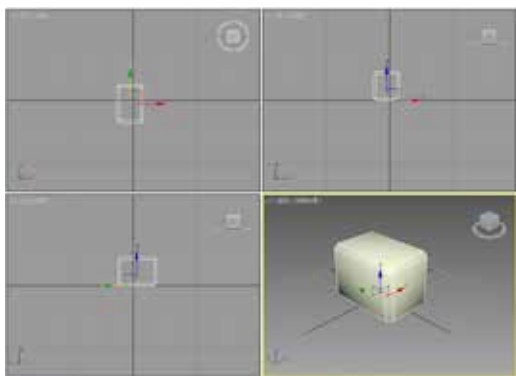

图 2-83 创建切角长方体
STEP 04 设置完成后单击即可创建切角长方体，如图 2-83 所示。